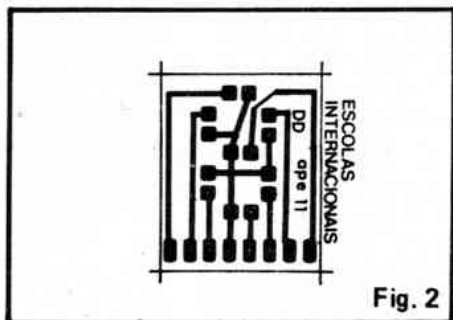

Fig. 2
- **FIG. 2** - Plaquinha específica de Circuito Impresso (**lay-out** do lado cobreado). O desenho é muito simples, e mesmo iniciantes (que ainda não "criaram a coragem" de fazer sua primeira placa) conseguirão reproduzi-lo com facilidade. Qualquer das técnicas convencionais de confecção pode ser utilizada, desde que o desenho e posicionamento básico de ilhas e pistas seja **rigorosamente** respeitado (se não o **display** ficará "feio" e torto", depois de montado...). Importantes recomendações a respeito de placas e montagens o Leitor encontrará nas **INSTRUÇÕES GERAIS**, encartadas lá no começo da revista.